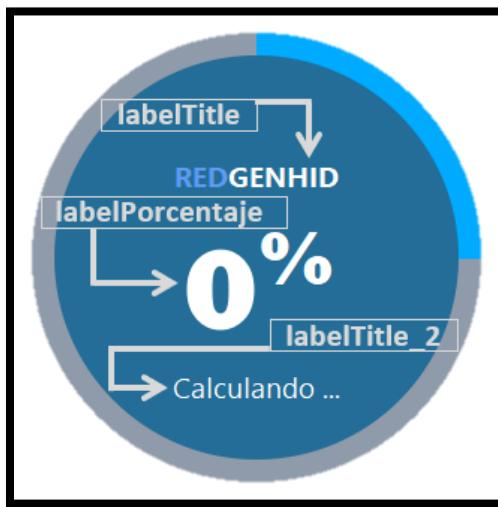

Figura 21. Circular progressbar
- a. **btn\_AG:** ejecuta el algoritmo genético y muestra el progressbar circular que se muestra en la figura 21.